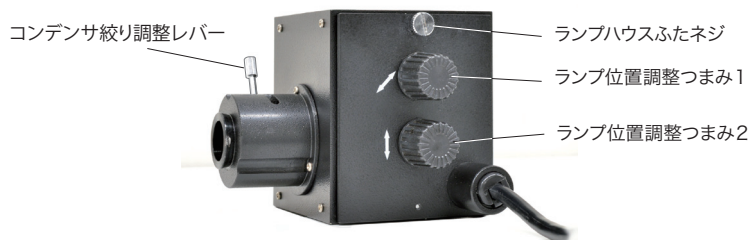

図6. ハロゲン照明モデルのランプハウス
5. ハロゲン照明モデルはハロゲンランプの芯出しを行います（LED照明モデルではこの操作は不要なので、次のステップに進みます）。白い紙をステージに置き、10倍くらいの対物レンズを光路に入れ、接眼レンズを覗きながら粗・微動焦点ハンドルを回して、白い紙に焦点を合わせます。次に対物レンズのひとつをレボルバからはずし、レボルバの対物レンズの取りついていない穴を光路に入れます。ランプ位置調整つまみ1と2（図6）を操作して、光源のフィラメントの像が白い紙に映し出されるように調整します。コンデンサ調整レバーを操作してフィラメントの像がはっきりと見えるように調整します。調整後、対物レンズをレボルバに再装着します。